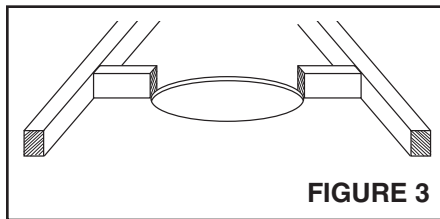

FIGURE 3
Consultez la figure 3.
- Consultez la figure 3. Fixez de petits morceaux de bois de 1 x 3 po (2,5 x 7,6 cm) (3/4 po/1,9 cm nominal) aux solives de chaque côté de l'ouverture. Laissez environ 13 mm (1/2 po) au-dessus du plafond afin que la bride du boîtier de la chaufferette puisse glisser sous les cales. Si l'espacement des solives est de plus de 40,6 cm (16 po) centre à centre, coupez deux cales de bois de 2 x 4 po (5 x 10 cm) pour les placer entre le boîtier et les solives.